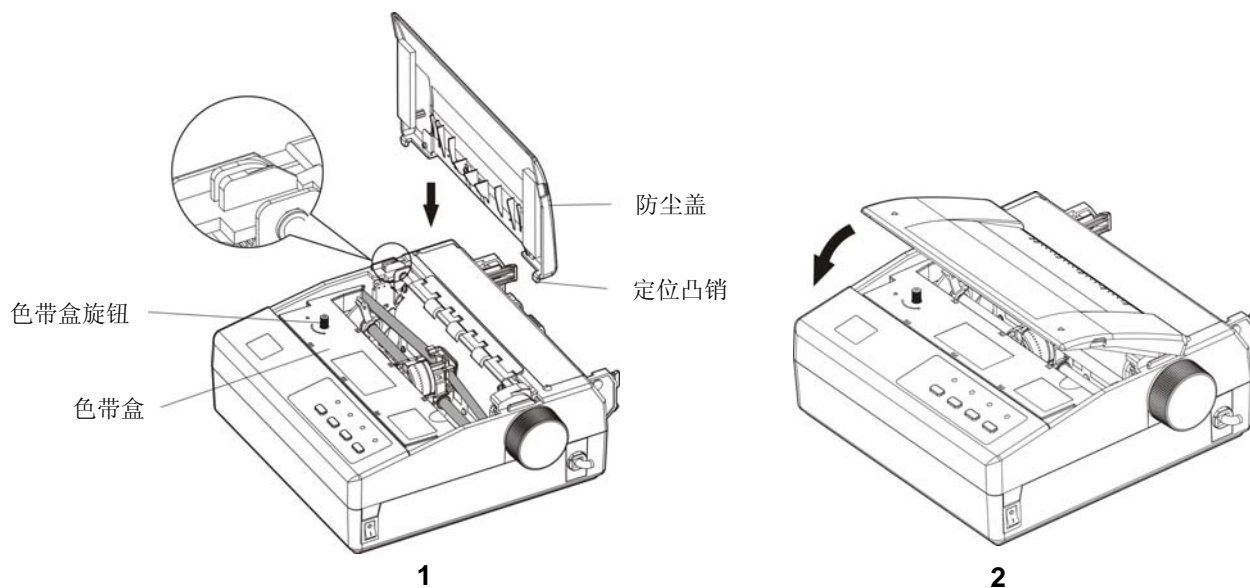

图 1-8 安装防尘盖
7. 重新安装好防尘盖（如图 1-8 所示）。
先将防尘盖前面两角的定位凸销卡进打印机上壳的安装孔中，再放下防尘盖，并向前向下压合防尘盖，使其边沿与打印机上壳的上台阶吻合（如图 1-8 所示）。